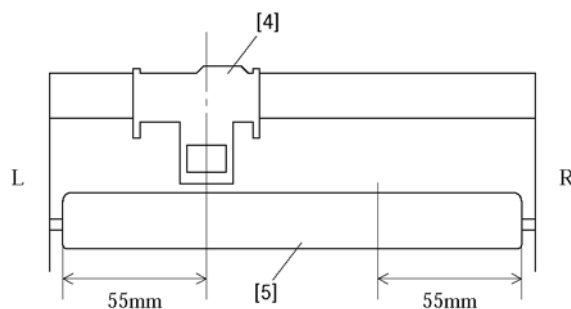

图 3-2 字车部份位置
- (4) 固定字车[4]位置于字车中间位置距离左边的滚筒组件[5]55mm。(图 3-2)